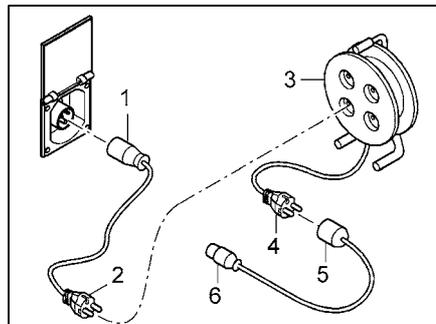

Bild 98 Anschlussmöglichkeiten 230-V-Anschluss
- CEE 17 Anschlusskupplung mit Schutzkontakt (Bild 98,1) – Stecker mit Schutzkontakt (Bild 98,2)
- Steckdose mit Schutzkontakt (Bild 98,3) – Stecker mit Schutzkontakt (Bild 98,4)
- Anschlusskupplung mit Schutzkontakt (Bild 98,5) – CEE 17 Stecker mit Schutzkontakt (Bild 98,6)